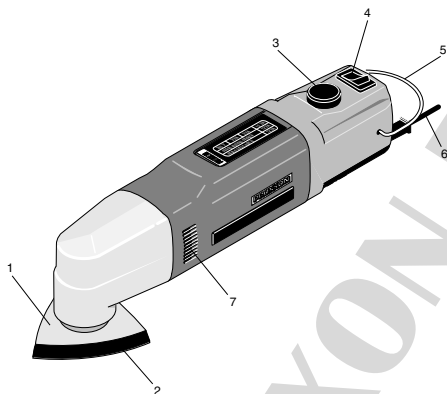

Fig. 1
2. Schraube **2** (Fig. 1) mit einem Innensechskant-Schlüssel lösen. Bei festsitzender Schraube das Gegenmoment am Schleifschuh ausüben, um die Mechanik nicht unnötig zu belasten.
1. Gerät am Schalter **4** (Fig. 1) einschalten und die der Arbeit entsprechende Drehzahl am Knopf **3** einstellen.
2. Gerät so halten, daß die Luftschlitze **7** (Fig. 1) nicht verdeckt werden.